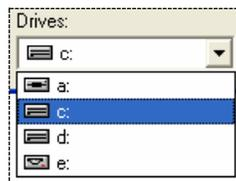

Рисунок 68. Выпадающий список для выбора логического диска
- Выберем с помощью «мыши» в выпадающем списке **Drives** диск (Рисунок 68), на котором должен храниться файл: